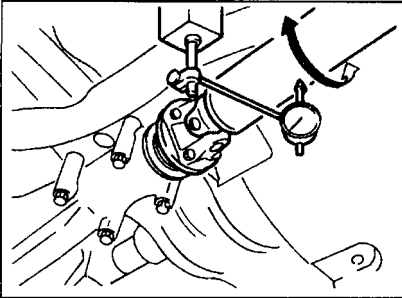

Рис. 7-39.
2. Измерьте биение вала, поворачивая рукой главную передачу за фланец ведущего вала (рис. 7-39).